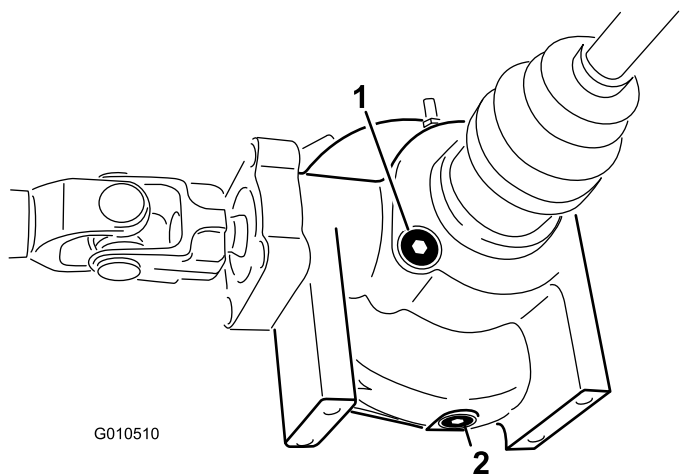

Figura 21
2. Pulite la zona attorno al tappo di controllo e riempimento sul lato del differenziale (Figura 21).